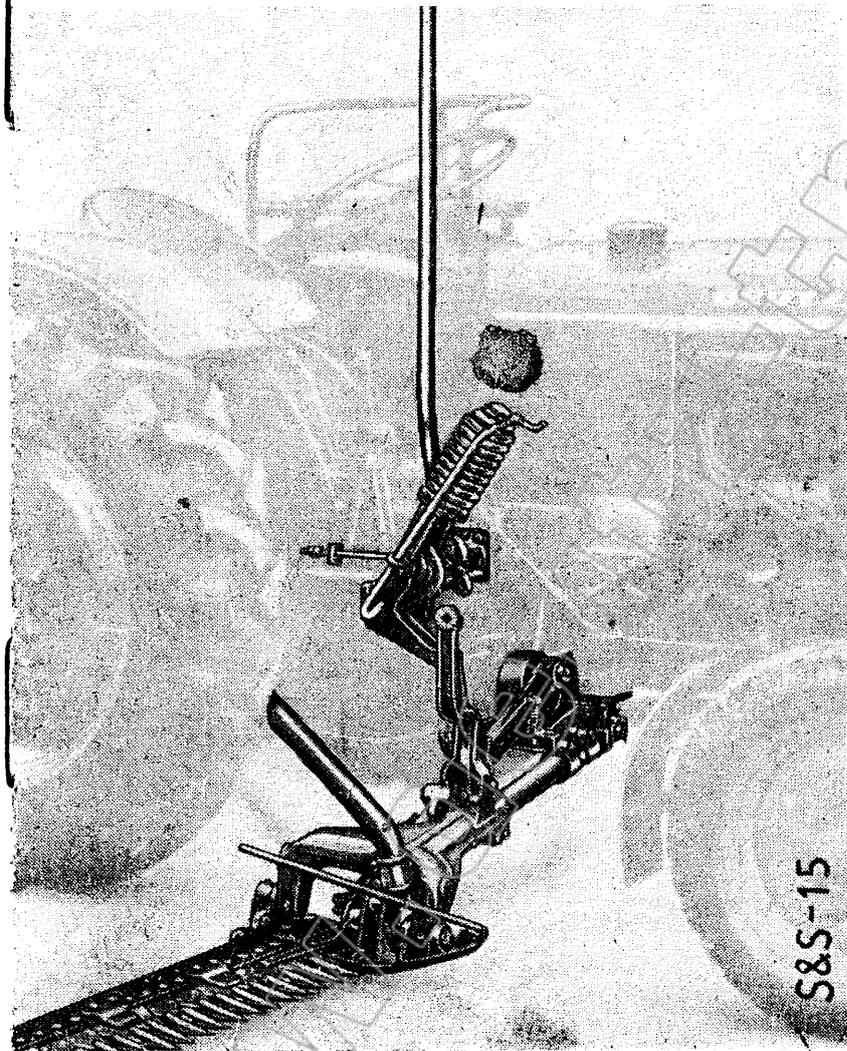

Abb. 1.
1. Die **Schutzkastenglocke TM 4542 A** wird auf den Absatz des Mäh-antriebgehäuses aufgeschoben und mit 3 Sechskantschrauben M 10x30 DIN 601 und 3 Federlingen A 10 DIN 127 sowie der zugehörigen Führung fest verschraubt. (Abb. 1 u. 2)
2. Die **Kurbelscheibe TM 4541 A** (TM 21 282 kpl.) mit Treibstangenlager TS 807 wird durch Linksdrehung auf die Kurbeltriebswelle aufgeschraubt. (Abb. 1 u. 2)
Erleichtert wird dieser Vorgang durch Drehen der Motorkurbel bei eingeschaltetem Mähantrieb. (Abb. 1 u. 2)
9. Die **Treibstange TS 861 C** wird an der Kurbelscheibe TM 4541 A (TM 21 282 kpl.) befestigt, wobei das Klemmband der Treibstange über das Treibstangenlager TS 807 geschoben und die nach unten zeigende Klemmschraube gut angezogen werden muß. (Abb. 1 u. 2)
11. Die **Verbindungsstange** zwischen Hebwerk und Unterbau wird durch Anheben des Mähbalkens und des Unterbaues mit dem oberen Haken in den Hubarm des Hebwerkes eingehängt. (Abb. 1)